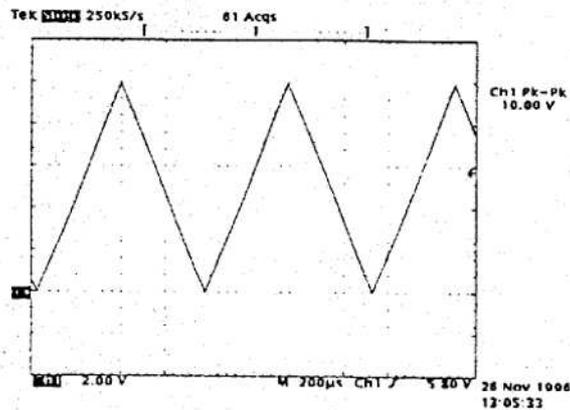

fig.1
- ④ - Tramite un generatore di segnali invio sui morsetti 13 pos. e 12 neg. un segnale pari ad un'onda triangolare di ampiezza **10Vpp**. Sugli stessi ingressi collego un canale di un oscilloscopio in modo da visualizzare il segnale generato (fig. 1) facendo attenzione di far coincidere il max valore del picco negativo di tale onda con il riferimento di 0 Volt dell'oscilloscopio.